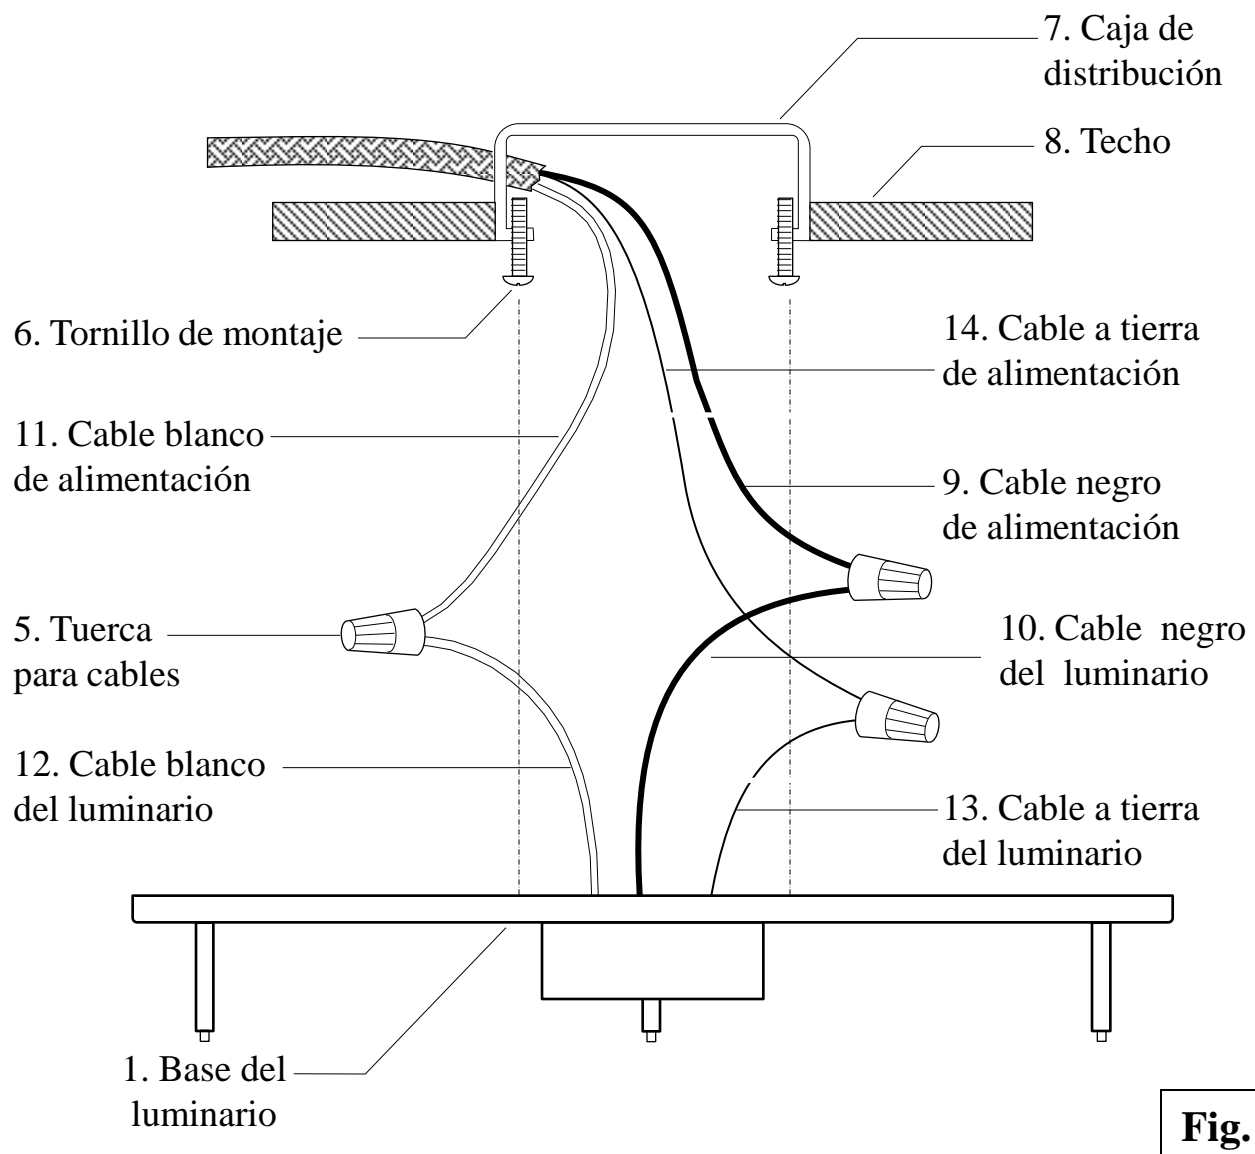

Fig. 1
2. Enrosque los tornillos de montaje (#6) en la caja de distribución (#7) para que sobresalgan $\frac{1}{2}$ " aprox. por debajo del techo (#8) (**Fig. 1**).
3. Saque los cables de alimentación de la caja de distribución (#7). Conecte el cable negro de alimentación (#9) con el cable negro del luminario (#10) y el cable blanco de alimentación (#11) con el cable blanco del luminario (#12) utilizando tuercas para cables (#5). Conecte el cable a tierra del luminario (#13) y el cable a tierra de alimentación (#14) utilizando una tuerca para cables (#5) (**Fig. 1**). Envuelva todas las conexiones de cables con cinta de aislar para una conexión más segura. *Nota: Si tiene dudas acerca de las conexiones eléctricas, consulte a su código eléctrico local para los métodos aprobados para la conexión a tierra.*